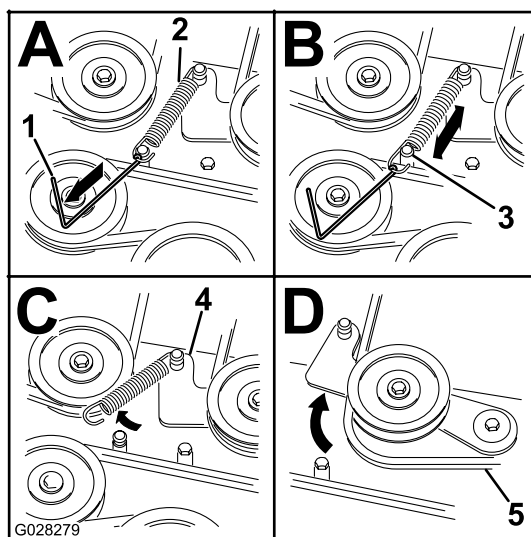

Рисунок 62
8. Зніміть натяжну пружину з приводного шківа. Див. Рисунок 62
Примітка: Використовуйте інструмент для зняття пружини (Деталь Toro № 92-5771), щоб зняти пружину з кожуха косарки (Рисунок 62).